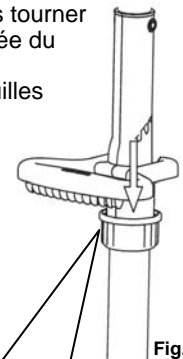
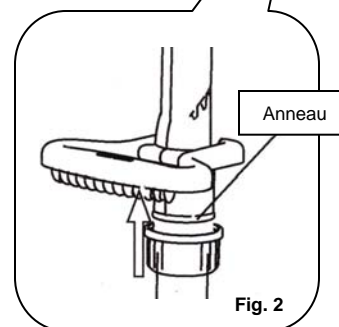

Fig. 1
Fig. 2
- Glissez l'entrée du sac à l'intérieur du tube inférieur de la poignée. (Fig.1) Soulevez l'anneau jusqu'à ce qu'il soit appuyé sous l'entrée du sac, ensuite faites tourner la bague de l'entrée du sac dans le sens contraire des aiguilles d'une montre. (Fig. 2 et 3) **NE serrez PAS trop.**